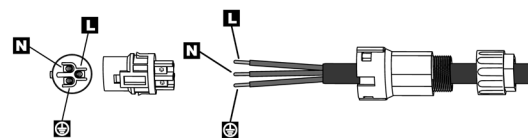

Fig. 29. Conexión y fijación del manguito en el terminal AC.
- De acuerdo con la dirección de la flecha, empujar el manguito roscado hasta conectarlo en el cabezal del terminal de AC y luego girar el prensaestopas en el sentido de las agujas del reloj para bloquearlo, tal como se muestra en la Fig. 29: